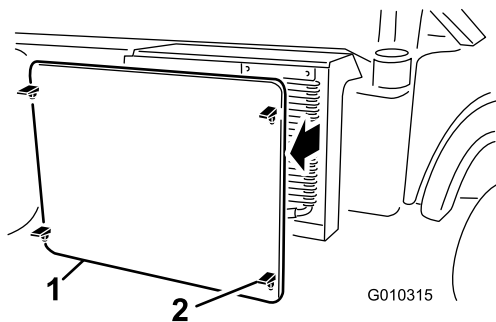

Figure 57
2. Déverrouillez et enlevez l'écran devant le radiateur (Figure 57).